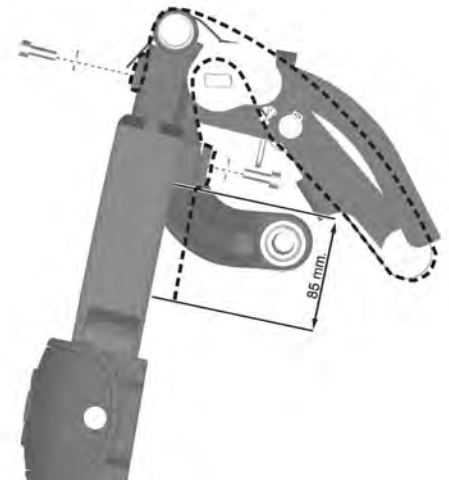

Abbildung 125. Gurtmontage an der Beinstütze.
3. Entfernen Sie ein Gurtende der Beinstütze, indem Sie den unteren Abschnitt der Beinstütze leicht und vorsichtig anheben. Entfernen Sie gleichzeitig die beiden Schrauben an der Vorderseite der Beinstütze. Ziehen Sie die Montageplatte aus der Gurtschlaufe. Siehe Abb. 125.